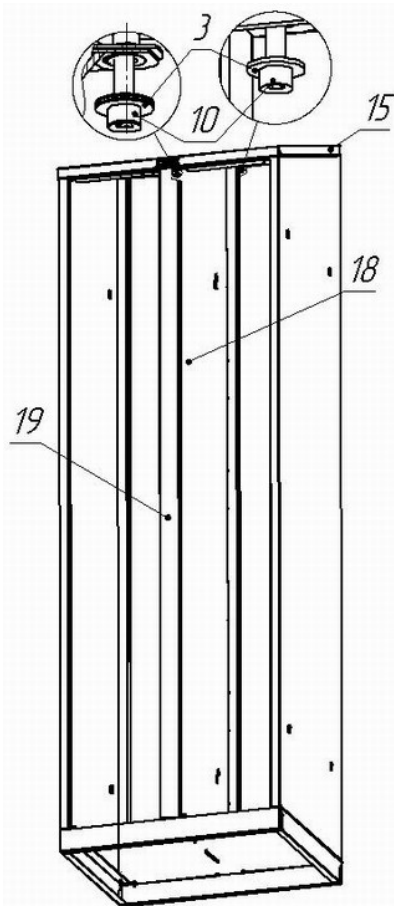

Рис.9
4.11 Установите крышу шкафа 15, перегородку 18 и стойку переднюю 19. При этом выступы на перегородке должны войти в соответствующие пазы в основании, крыше и стойках. Наживите винты 10 в верхней части шкафа, но не заворачивайте их (рис. 9).